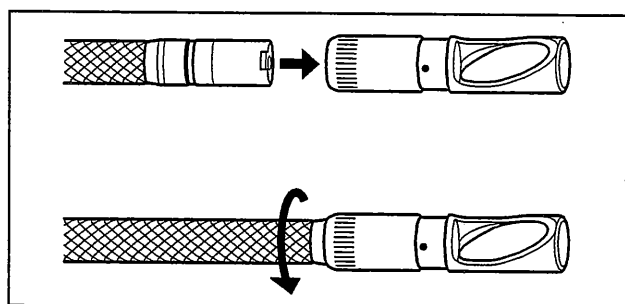

図 3.15
2. 側視ミラーアダプターをスコープ先端部にゆっくり差し込み側視ミラーアダプター内側のツメとスコープ先端の固定溝がかみ合う位置まで押し込みます。入らない場合は側視ミラーアダプターのミラー部が回転するように回し、確実にハマり込んでいることを確認してください。ナット第1ねじ部が接続ねじ部を通過するまで時計回りに回します（図 3.15 参照）。